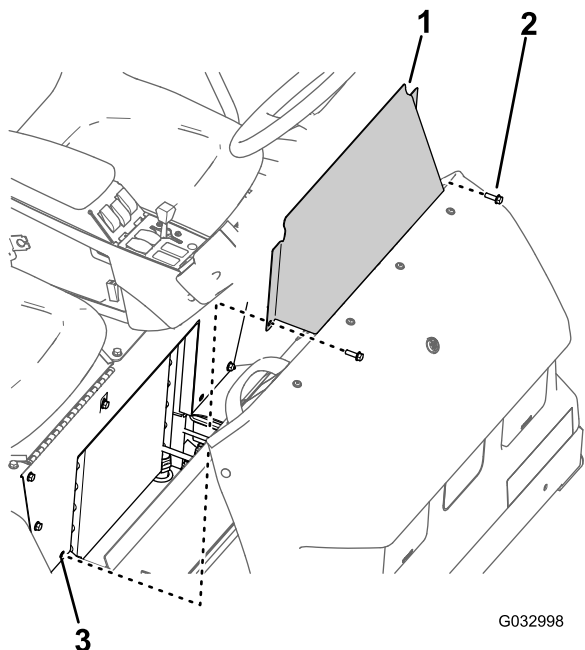

Figure 61
- Retirez les 2 boulons à embase qui fixent le panneau d'accès à la base du siège (Figure 61).
- Déposez de la machine le panneau d'accès de la base du siège (Figure 61).
- Alignez les trous du panneau d'accès et les trous dans la base du siège (Figure 61).
- Fixez le panneau d'accès à la base du siège au moyen des 2 boulons à embase (Figure 61) retirés à l'opération 1 de Dépose du panneau d'accès de la base du siège (page 56).